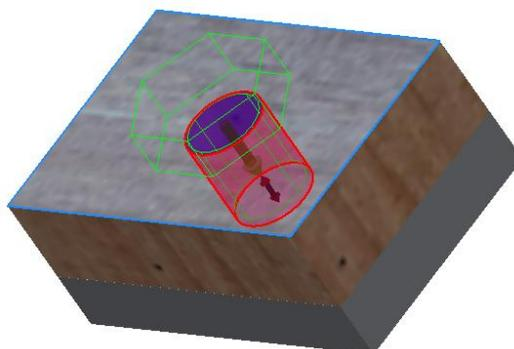

Рис. 69. Выбор отверстия под болт
4. Выберите кнопку «Имеющееся отверстие»  и укажите отверстие под болт (рис. 69).